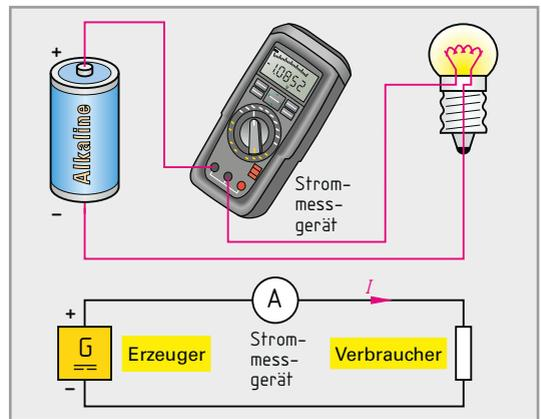

Bild 1: Strommessgerät
Den elektrischen Strom (Formelzeichen I) misst man mit dem **Strommessgerät** (**Bild 1**). Die Einheit der elektrischen Stromstärke ist das Ampere¹ (A).